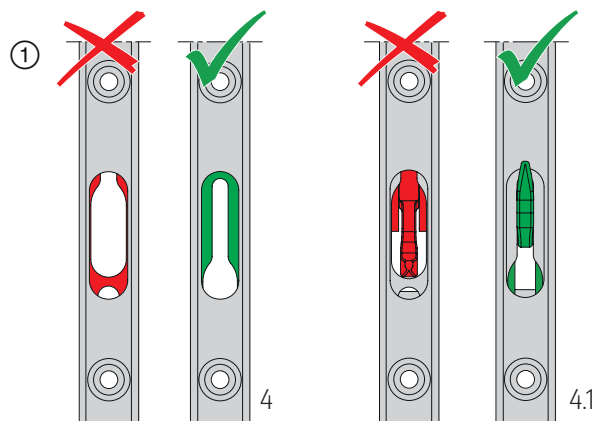

Abb. 34
- ① Getriebe 4/4.1 in Verschlussstellung (abgesenkte Position) bringen; siehe **Abb. 34 auf Seite 47**.